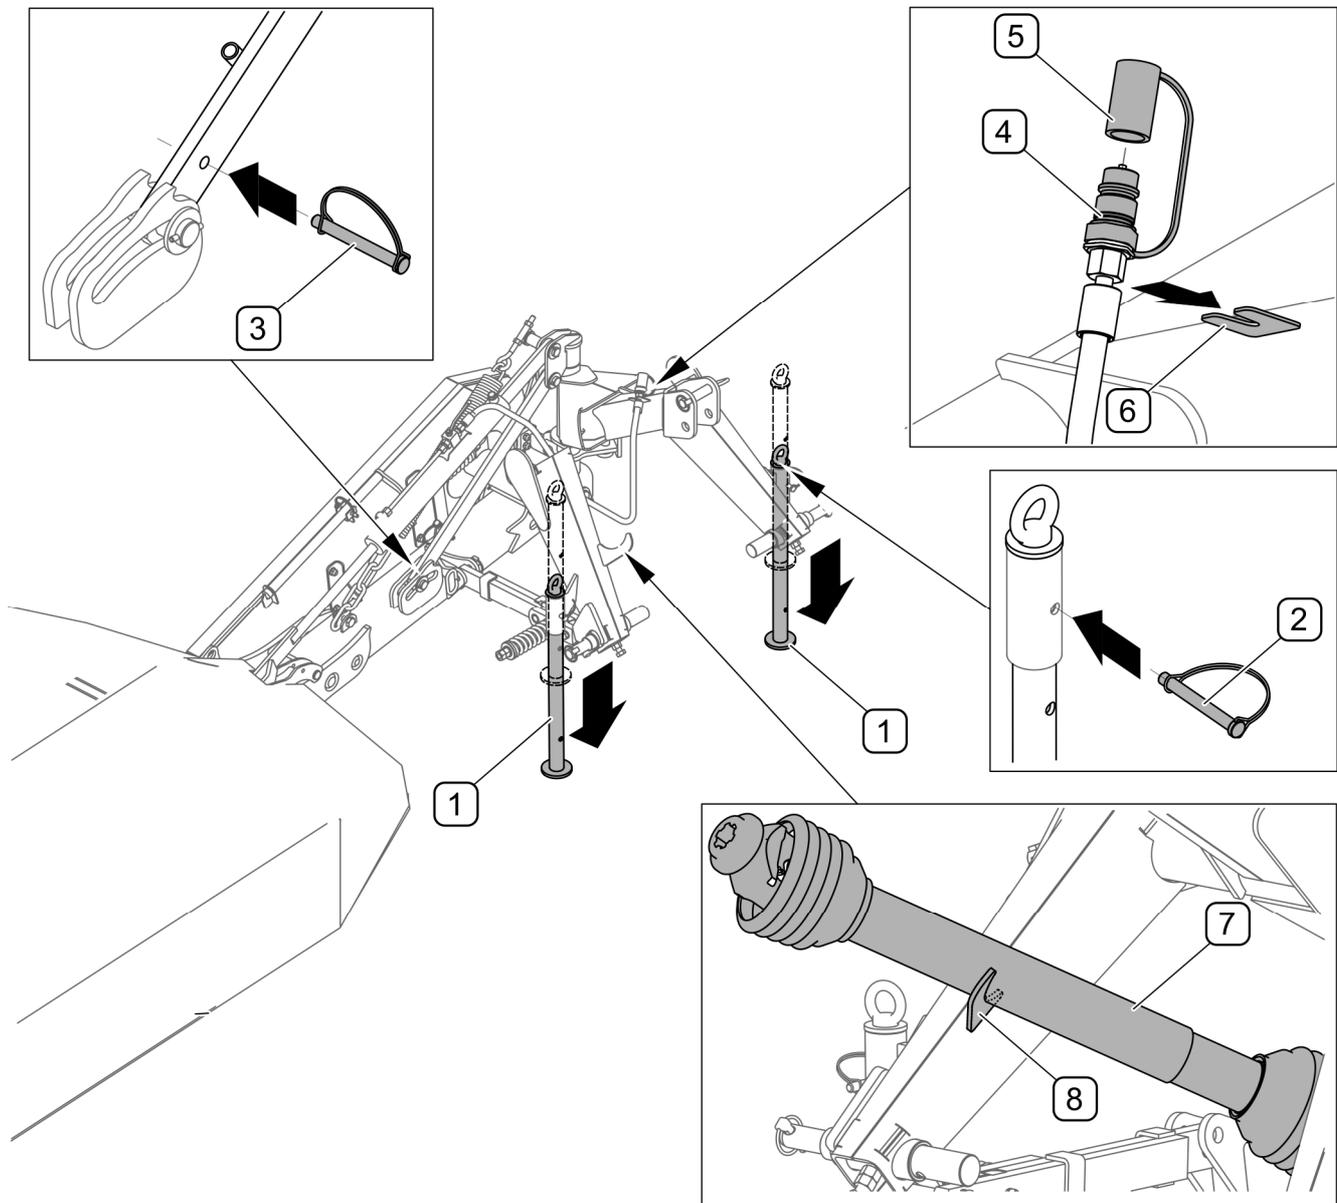

FIGURE 4.15 Déconnexion de la faucheuse du tracteur
Avant de déconnecter la faucheuse du système de suspension du tracteur, bloquer la barre de support à l'aide de la goupille fendue (3) (FIGURE 4.15). Il est interdit de déconnecter la faucheuse du tracteur sans bloquer la barre.
Pour déconnecter la faucheuse du tracteur (FIGURE 4.15) effectuer les opérations suivantes :